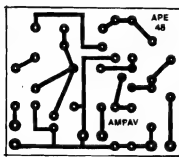

Fig. 2
- FIG. 2 - LAY OUT DO CIRCUITO IMPRESSO ESPECIAL - A plaquinha é simples, porém desenhada com atenção para os requisitos normais de circuitos que lidem com Frequências elevadas (nem tão ampla que possa determinar pistas longas e de impedância "sensível", nem tão compacta que possa estabelecer capacitâncias residuais danosas...). De qualquer modo, o lay out é simples, de fácil reprodução